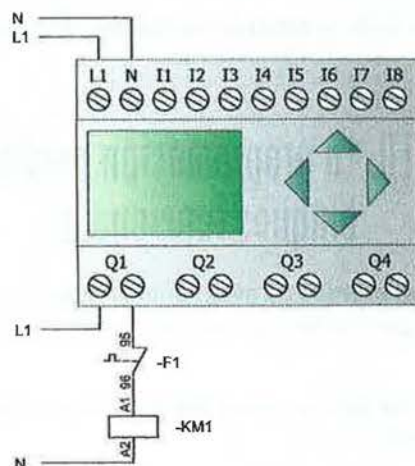

Figura 10.48. Contacto del relé térmico conectado como salida.
- Conectado como salida (Figura 10.48). El contacto normalmente cerrado del relé se conecta en serie con el contactor del motor a proteger.